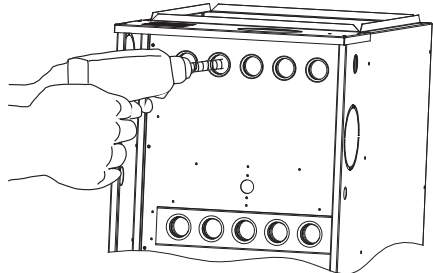

Fig. 14-3 Limpieza de la célula del intercambiador de calor
- (1). Conecte el taladro reversible de velocidad variable al extremo del cable del resorte (extremo opuesto al cepillo).
- (2). Inserte el extremo del cepillo del cable en la abertura de salida de la celda y gírelo lentamente con el taladro. NO fuerce el cable. Inserte gradualmente el cable en el paso superior de la celda. (Véase la Fig. 14-3.)
- (3). Coloque el cable dentro y fuera de la celda 3 o 4 veces para obtener una limpieza suficiente. NO tire del cable con mucha fuerza. Taladre hacia atrás y extraiga gradualmente el cable.
- (4). Inserte el extremo del cepillo del cable en la abertura de entrada del quemador de la celda y proceda a limpiar 2 pasos inferiores de la celda de la misma manera que el paso superior.
- (5). Repita los procedimientos anteriores hasta que se haya limpiado cada celda del horno.
- (6). Con una aspiradora, elimine los residuos de cada celda.
- (7). Usando una aspiradora con accesorio de cepillo suave, limpie el conjunto del quemador.
- (8). Sensor de llama limpio con lana de acero fina.
- (9). Vuelva a instalar el conjunto del quemador. Quemadores centrales en las aberturas de las celdas.